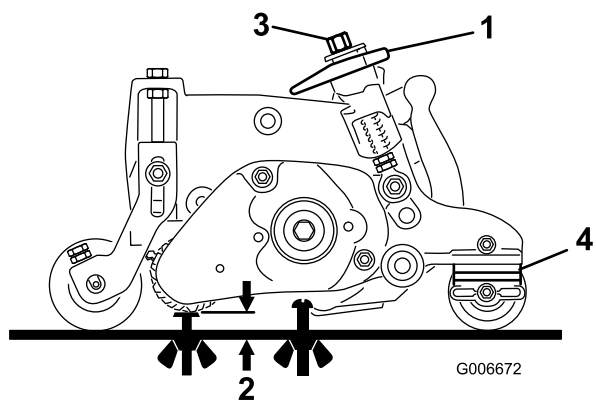

図 22
3. クイックアップ・レバー（図 22）で、グルーミング位置（ハンドルがカッティングユニットの前方を向くように）セットする。**刈高およびグルーミング高さ推奨範囲を参考にして高さを設定する。**
4. グルーミング・リールの片方の端部で、グルーマの刃の一番下に突き出ているところから床までの高さを測定する（図 22）。高さ調整ネジ（図 22）をつかって、グルーマの刃の高さを希望の高さに調整する。